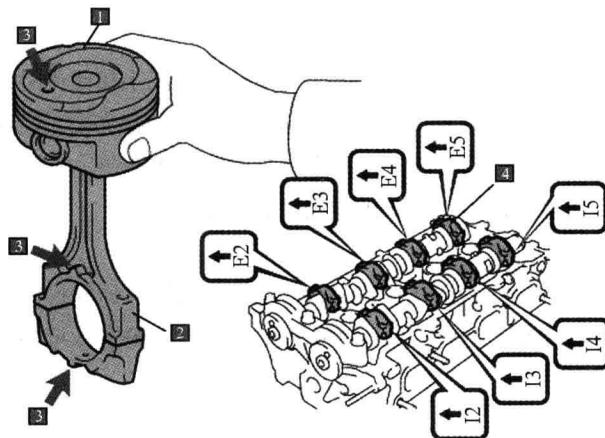

图1-7 活塞连杆组以及缸盖的装配标记
(1) 检查零件的装配方向。对于具有安装方向的零件，应保证其正确安装方向，如活塞、连杆等，应将活塞上的前部标记和连杆上的对齐，轴承盖将前部标记和编号对齐，如图 1-7 所示。